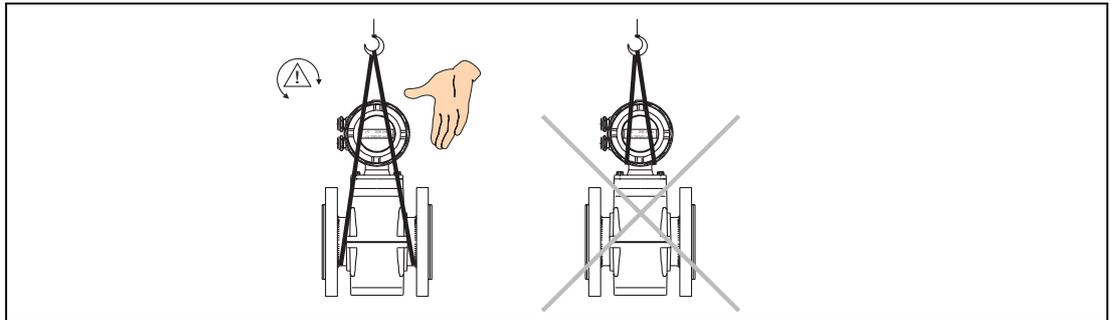

Fig. 2: Transport d'instruments à brides \leq DN 300 [12"]
- Lors du transport des instrument à brides \leq DN 300 [12"] utiliser des élingues et les placer autour des deux raccordements de procédés (Fig. 2). Les chaînes doivent être évitées car elles risquent d'endommager le boîtier.